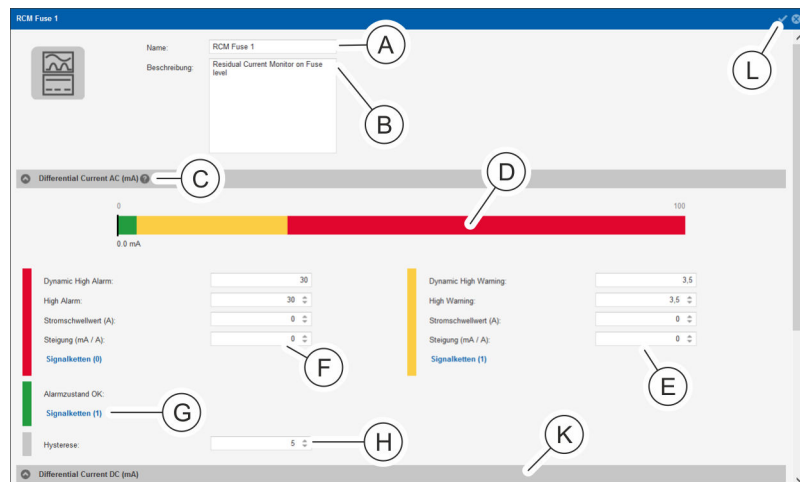

Abb. 130: Detailansicht
4. In der Detailansicht bei Bedarf die Benennung für den Differenzstrommesser (Abb. 130/A) anpassen und bei Bedarf eine Beschreibung hinzufügen (Abb. 130/B).
5. Im Bereich „Differential Current AC (mA)“ einen Wert für „High Alarm“, „Stromschwellwert (A)“ und „Steigung (mA / A)“ eingeben (Abb. 130/E).
8. Im Bereich „Differential Current AC (mA)“ einen Wert für „High Warning“, „Stromschwellwert (A)“ und „Steigung (mA / A)“ eingeben (Abb. 130/Ⓔ) und eine Signalkette zuweisen (analog zu Schritt 5 und 6).
9. Im Bereich „Differential Current AC (mA)“ dem Parameter „Alarmzustand OK“ (Abb. 130/Ⓒ) bei Bedarf eine Signalkette zuweisen (analog zu Schritt 5 – 7).
10. Im Bereich „Differential Current AC (mA)“ einen Wert für die „Hysterese“ (in %) eingeben (Abb. 130/Ⓕ).
11. Schritte 5 – 10 für den Bereich „Differential Current DC (mA)“ wiederholen (Abb. 130/Ⓖ).
„Stromschwellwert“ und „Steigung“ können bei „Differential Current DC (mA)“ nicht gesetzt werden. Die Schwellwerte für die DC-Überwachung werden farblich angezeigt (Abb. 130/Ⓓ).
12. Auswahl über die Schaltfläche „Speichern“ (Abb. 130/Ⓖ) bestätigen.
Die „Dynamic High Warning“ bzw. der „Dynamic High Alarm“ wird automatisch berechnet. Über das Fragezeichen (Abb. 130/Ⓒ) lässt sich ein Schaubild mit einer Erläuterung des dynamischen RCM-Schwellwerts anzeigen (Abb. 18).